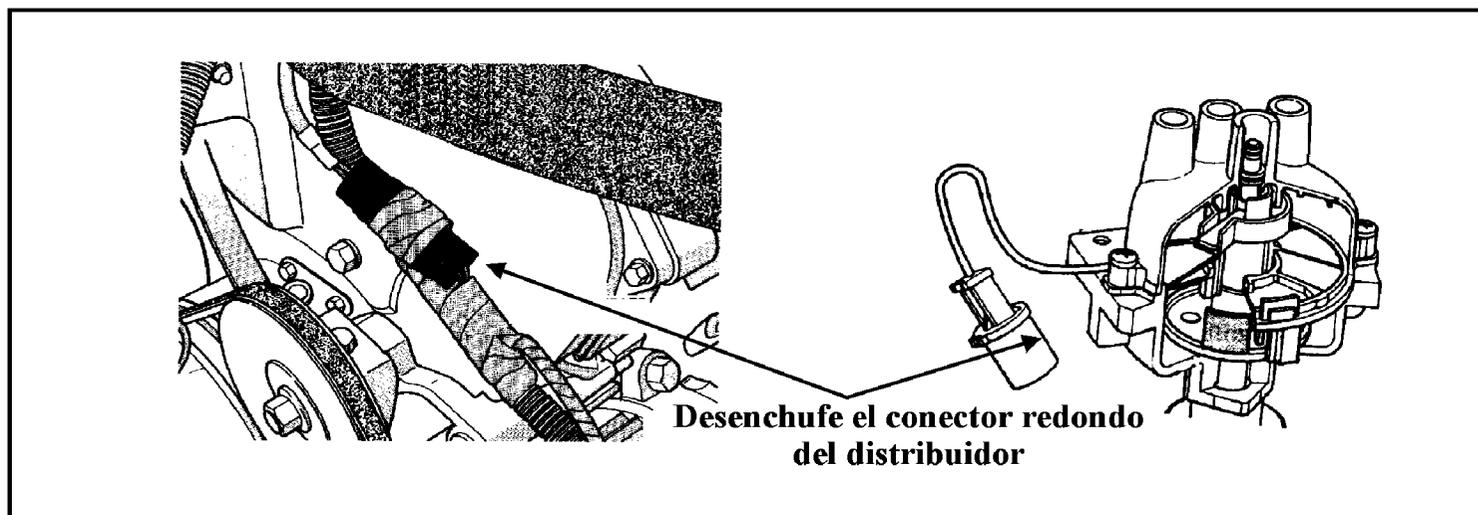

Figura 23
- Vaya al distribuidor y localice el arnés de alambres que sale de su parte baja. Siga el arnés desde el distribuidor hasta llegar a un conector redondo con 4 alambres como se ve en la figura 23. Desconecte éste conector y también el del TCM. Haga una prueba de continuidad desde el terminal 2 en el conector redondo al terminal 51 en el conector del TCM como se ve en la figura 24. Si no hay continuidad, repare el alambre. Si la hay, vaya al proximo paso.